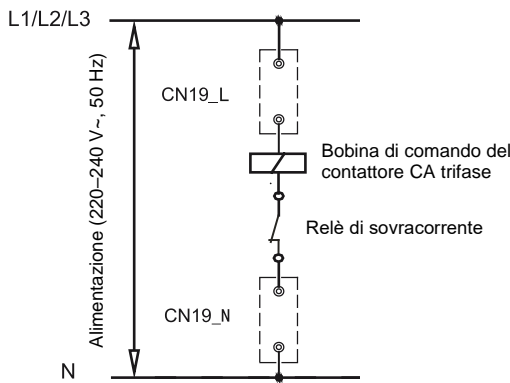

Fig. 8-22-1
Passo 9: Collegamento dei cavi di controllo per riscaldatori elettrici ausiliari per SCV-300EA e SCV-600EA: Il circuito di controllo del contattore AC per riscaldatori elettrici ausiliarie deve essere collegato ai morsetti CN19_L e CN19_N dell'unità principale come mostrato in Fig. 8-22-1.